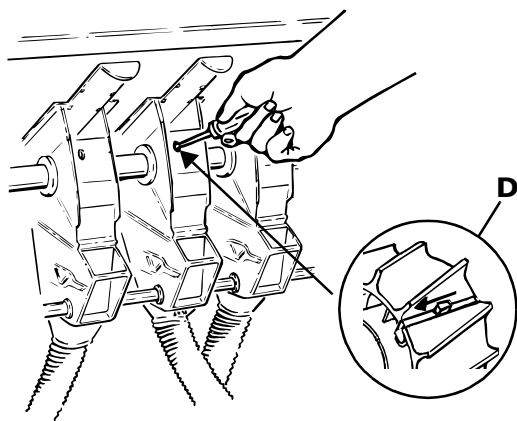

Figure 1.16
- 1 Vybte normální váleček nebo jemný váleček podle kalibrační tabulky. Pokud je použit jemný váleček, pak odpojte normální válečky tak, že zatlačíte plastové kolíky (D) směrem doleva s pomocí šroubováku, viz "Figure 1.16".